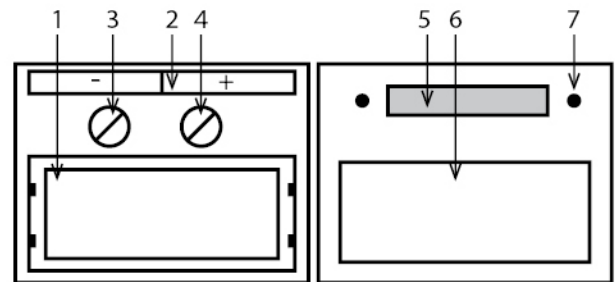

Рис. 2
3.2 Загальний вигляд елементів світлофільтру представлений на рис. 2
4.4 Клас вихідного стану світлофільтру складає DIN 4. Регулятором 4 (рис. 2) можна налаштувати час перемикання з темного у світлий стан в діапазоні 0,1-1,0 с. в залежності від потреби.
6.3 Якщо маска не використовувалася протягом тривалого часу слід звернути особливу увагу на чистоту датчиків дуги (рис. 2, п. 7). При необхідності очистіть їх від пилу.
6.6.1 Час перемикання у світлий стан позначає час повернення світлофільтру з темного у прозорий стан у співвідношенні зі струмами зварювання та інтенсивністю світла. Значення змінюється регулятором 4 (рис. 2).
6.7 Регулятор чутливості (рис. 2, п.3).